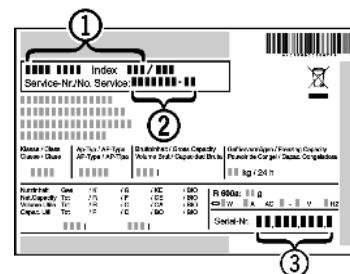

Fig. 18
- ▶ Обратитесь в сервисную службу и сообщите вид неисправности, наименование устройства Fig. 18 (1), сервисный № Fig. 18 (2) и серийный № Fig. 18 (3).